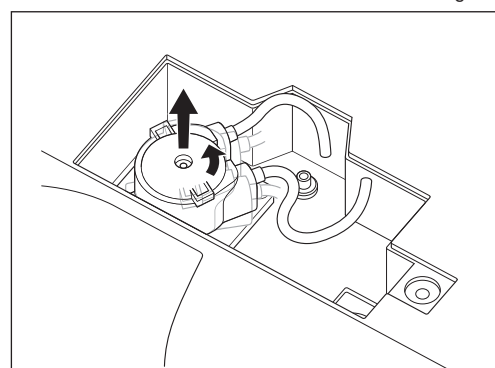

Fig. 52
- 5) Tournez la pompe d'irrigation dans le sens inverse des aiguilles d'une montre jusqu'à ce qu'un déclic se produise et retirez-la (Fig. 52).